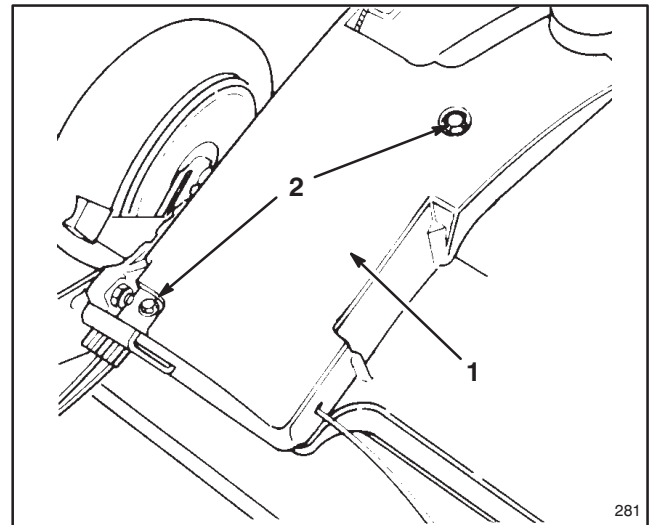

Abbildung 33
1. Bei abgeschaltetem Motor Schrauben entfernen, mit welchen die Riemenabdeckung am Mähergehäuse befestigt ist (Abb. 33). Abdeckung abnehmen und alle Grasreste herausfegen. Riemenabdeckung wieder montieren.